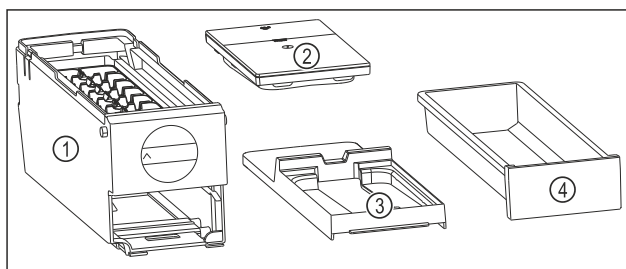

Fig. 93 Sestavni deli modula EasyTwist-Ice
- ▷ Modul EasyTwist-Ice je razstavljen na štiri dele. (glejte Fig. 93)
- ▶ Modul EasyTwist-Ice razstavite le na prikazane sestavne dele. (glejte Fig. 93)
- ▶ Glavni del EasyTwist-Ice Fig. 93 (1) očistite kot celoto.